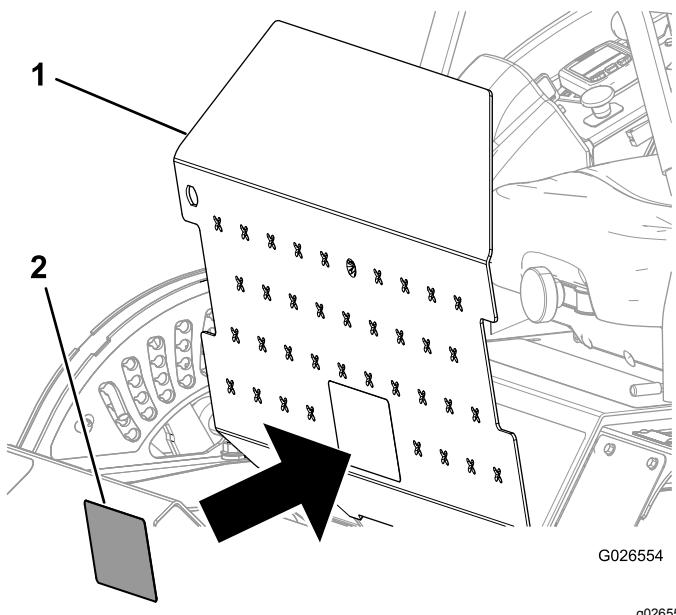

Figura 7
- Levante a chapa do piso (Figura 7).
6. Cole o novo autocolante do percurso da correia por cima do autocolante existente (Figura 7).